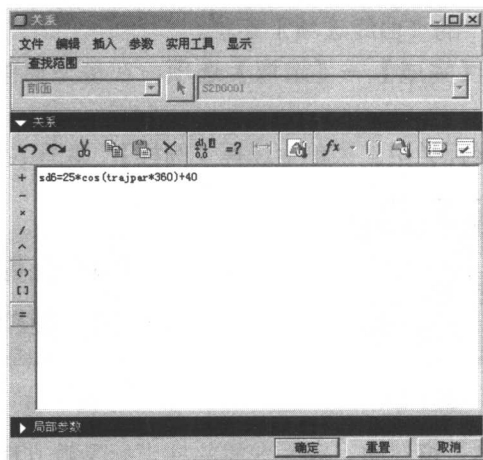

图 1-20
- ⑨ 在关系窗口中输入关系式“ $sd6=25*\cos(trajpar*360)+40$ ”，如图 1-20 所示。
- ⑩ 单击【确定】按钮，完成关系式的添加。